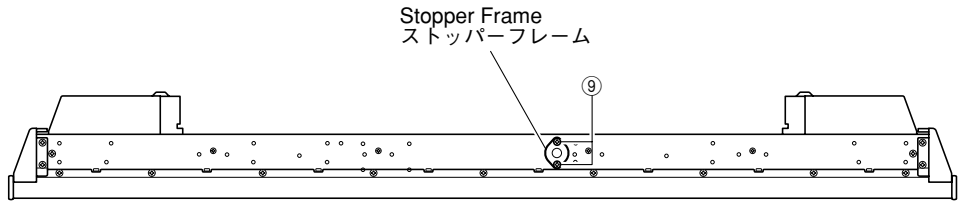

Fig. 8
- Remove 2 screws (9). (Fig. 8)
- ⑨のネジ 2本を外します。(Fig. 8)